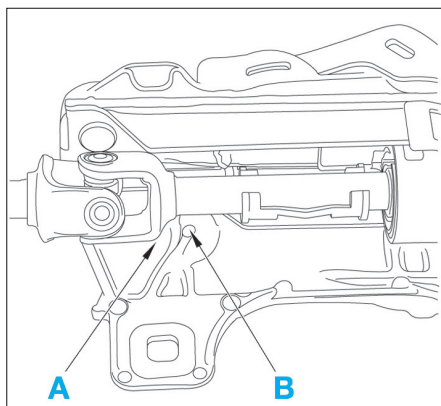

Fig. 9
- Après la repose de la colonne de direction, vérifier l'absence de contact entre la face "A" et le plot "B" (Fig.9).